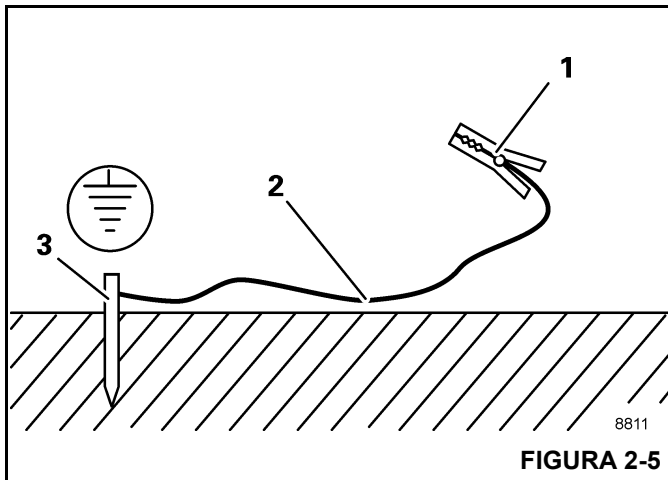

FIGURA 2-5
1. Entierre una varilla de metal (3, Figura 2-5) (de aproximadamente 2.0 m (6.6 pies) de largo) al menos 1.5 m (5 pies) en el suelo.
2. Humedezca la tierra alrededor de la varilla de metal (3) para obtener una mejor conductividad.
3. Sujete con abrazadera un cable aislado (2) a la varilla metálica (3), sección transversal de por lo menos 16 mm² (0.025 pulg²).
4. Conecte el extremo libre del cable con una abrazadera (1) a un lugar del marco que sea buen conductor eléctrico.